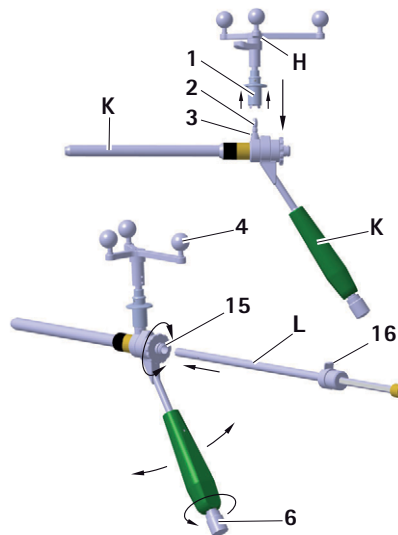

Fig. 12 Montage de l'unité en étoile Aesculap sur la douille de guidage S⁴C, mise en place de la douille de forage interne S⁴C
- Pour être sûr que la caméra de navigation a une vue parfaitement dégagée sur les billes marqueurs réfléchissantes, dévisser le bouton 6 sur la poignée S⁴C de la douille de guidage S⁴C K et tourner l'unité en étoile Aesculap H dans la position souhaitée, voir Fig. 12.
La douille de forage interne s'encliquète sur la douille interne et continue à pouvoir tourner, voir Fig. 12.